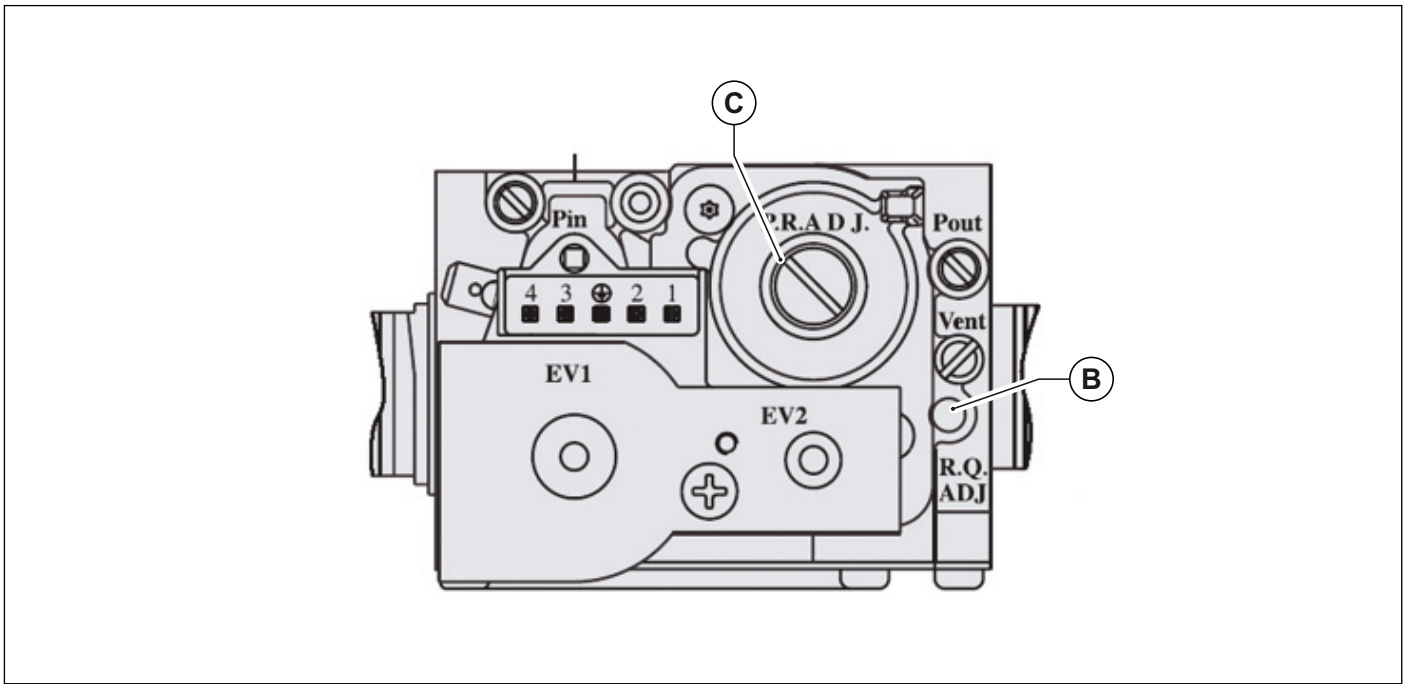

Рис. 41 Регулировка уровни содержания углекислого газа
- Отрегулировать уровень содержания углекислого газа (CO₂) в дымовых газах, вращая регулятор «offset» **C** (смотри Рис. 41. Регулировка уровни содержания углекислого газа и удостовериться, что его величина находится в пределах, указанных в Табл. 22. Содержание CO₂ в дымовых газах).